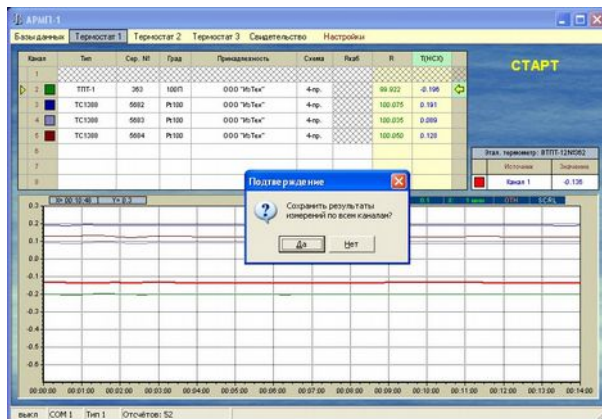
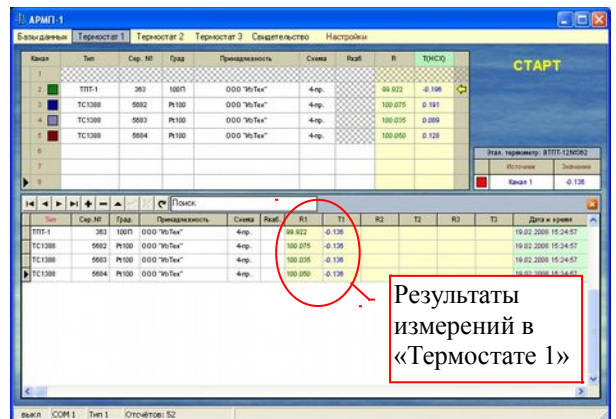

Рис. 2
Рис. 3
2.3.5 После установления стационарного режима. Нажать на кнопку «СТОП». Появится сообщение «Сохранить результаты измерений?». Рис. 2. При нажатии кнопки «Да» результаты измерений сохраняются в базе данных. Сохраненные результаты можно посмотреть, нажав «Базы данных», а затем «Результаты». Рис. 3.